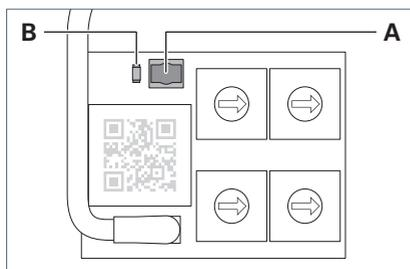

Fig. 9: Touche et LED.
- ▶ Appuyez brièvement sur la touche **A** sur le module Talk (pendant moins de trois secondes), voir Fig. 9.